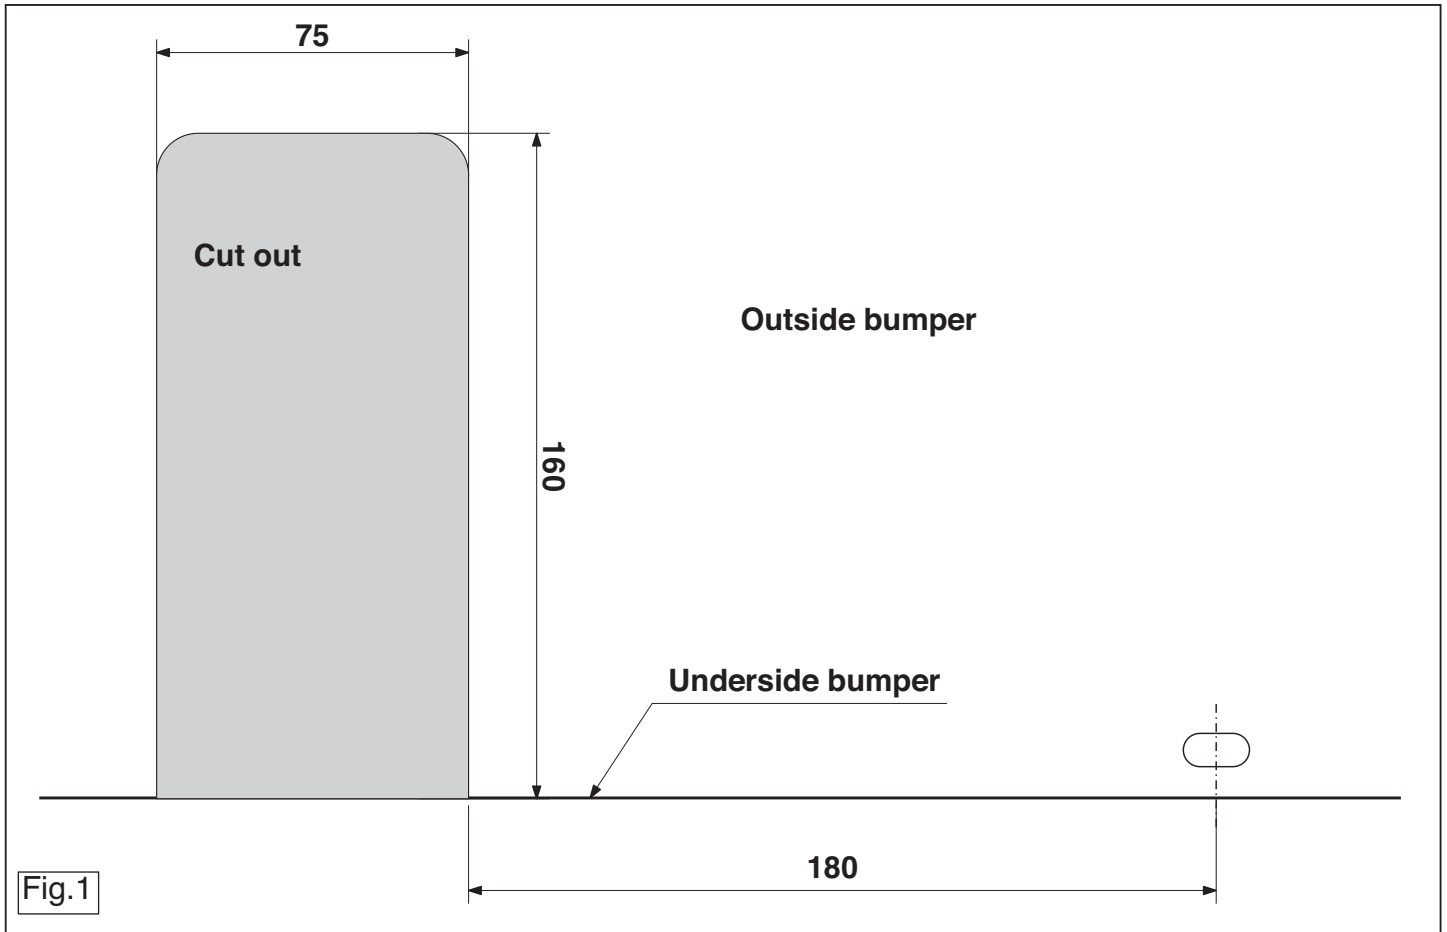

Fig.1
2. Serrar y sacar del centro del lado inferior del parachoques una parte de 75 mm de ancho y 160 mm de profundidad. (fig. 1).
2. Segare via dalla parte centrale inferiore del paraurti un pezzo largo 75 mm e profondo 160 mm (fig. 1).
2. Wypiliować w środkowej części od spodu zderzaka odcinek szerokości 75 mm i 160 mm w głąb (fig. 1).